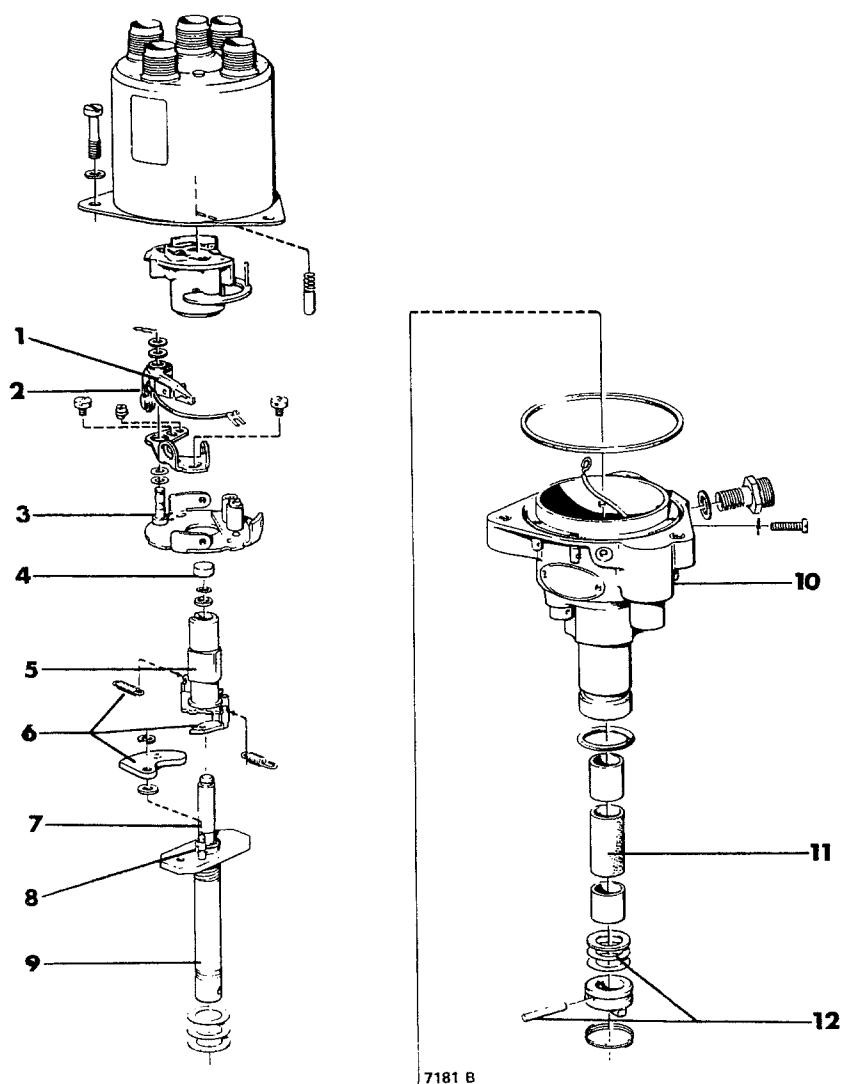

Fig 06-48. Smörjschema för fördelare
3. Smörj de nya brytarkontakterna enligt fig 06-48.
I samband med hopsättningen skall fördelaren smörjas, se fig 06-48.